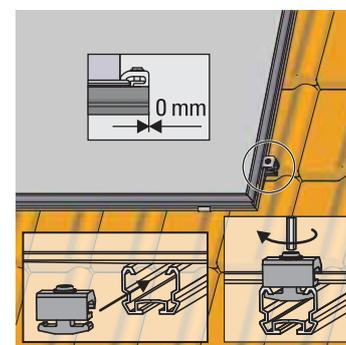

Figura 3-30 Inserire e avvitare saldamente le piastrine di bloccaggio singole per l'ultimo collettore piano
11. Inserire e avvitare saldamente le piastrine di bloccaggio singole per l'ultimo collettore piano (Figura 3-30).